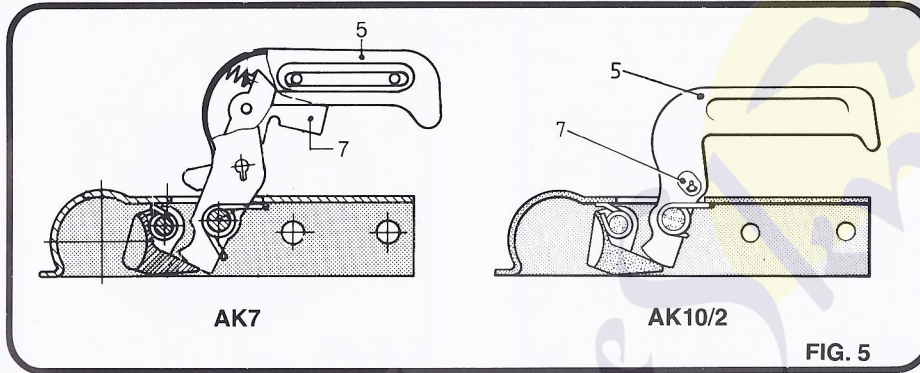

FIG. 5
**Types AK7 : AK10/2 (Fig. 5)**